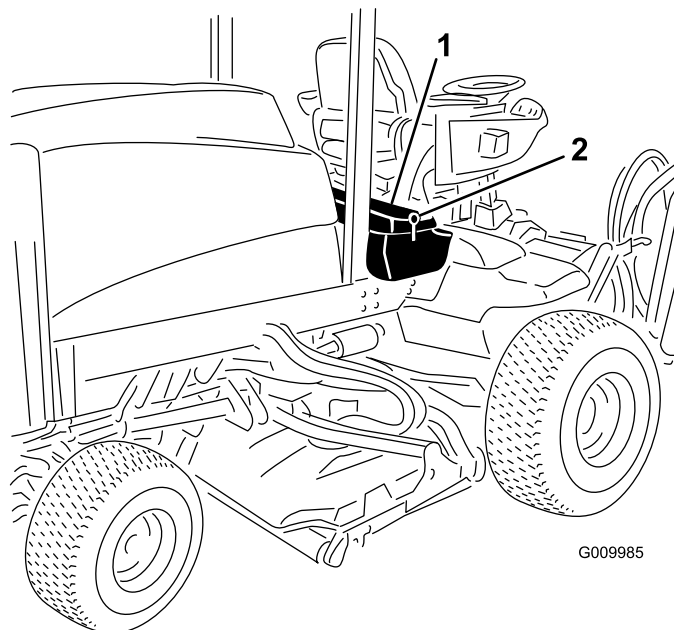

Figura 60
1. Desbloqueie e eleve o painel da consola (Figura 60).